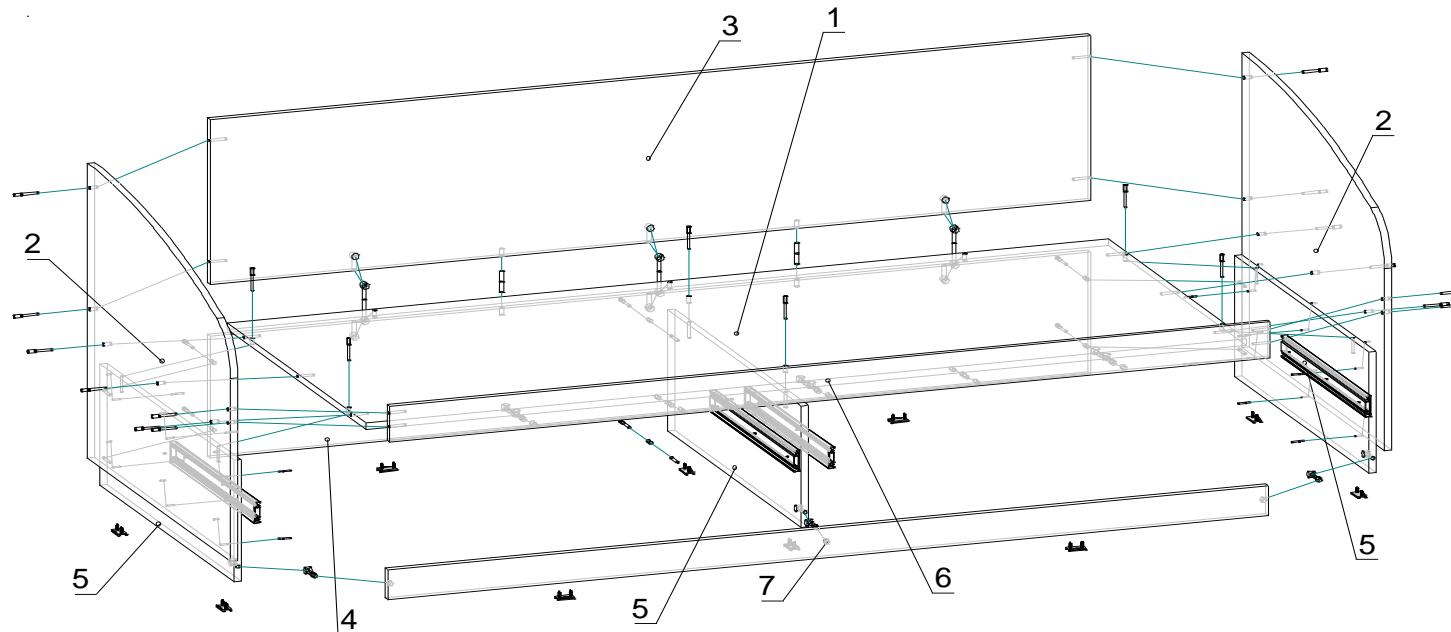

Рис.1
- Планку поз.7 закрепить с стенками поз.5 эксцентриками поз.011,012 (рис.1) 5.